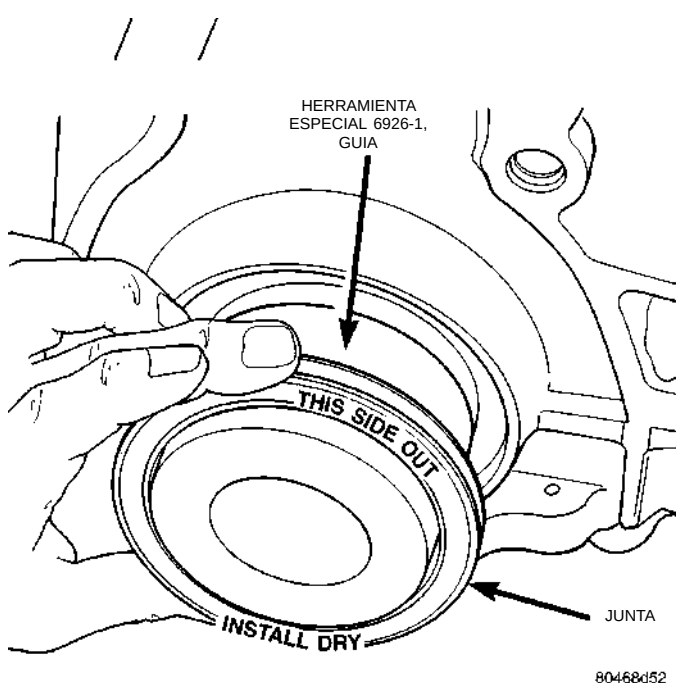

Fig. 63 Junta trasera del cigüeñal y Herramienta especial 6926-1
(1) Coloque la Herramienta especial 6926-1 en el cigüeñal. Esta es una herramienta de guía que posee una base magnética (Fig. 63).
(2) Emplace la junta sobre la herramienta de guía. Cerciérese de que se puedan leer las palabras **THIS SIDE OUT** (este lado hacia afuera) sobre la junta (Fig. 63). La herramienta de guía debe permanecer sobre el cigüeñal durante la instalación de la junta. Asegúrese de que el reborde de la junta mira hacia el cigüeñal durante la instalación.